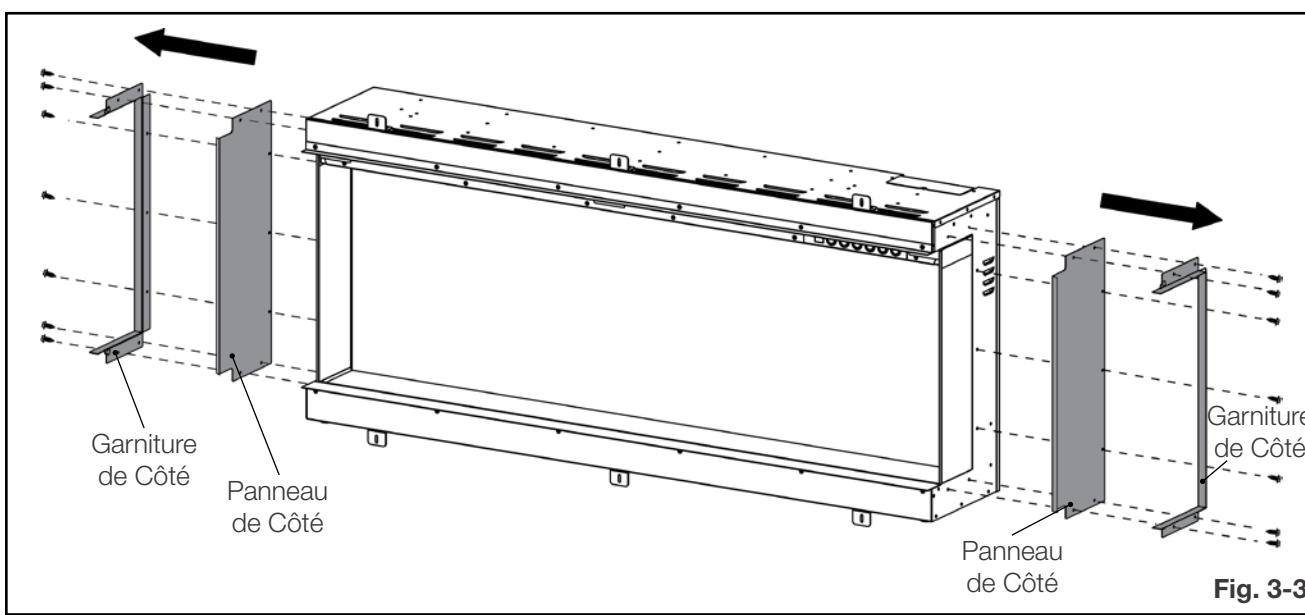

Fig. 3-3
3. Retirez les garnitures de côté et les panneaux de côté des deux côtés de l'appareil en retirant les 14 vis (**Fig. 3-3**). Mettez de côté les garnitures de côtés, les panneaux de côtés, et les vis.